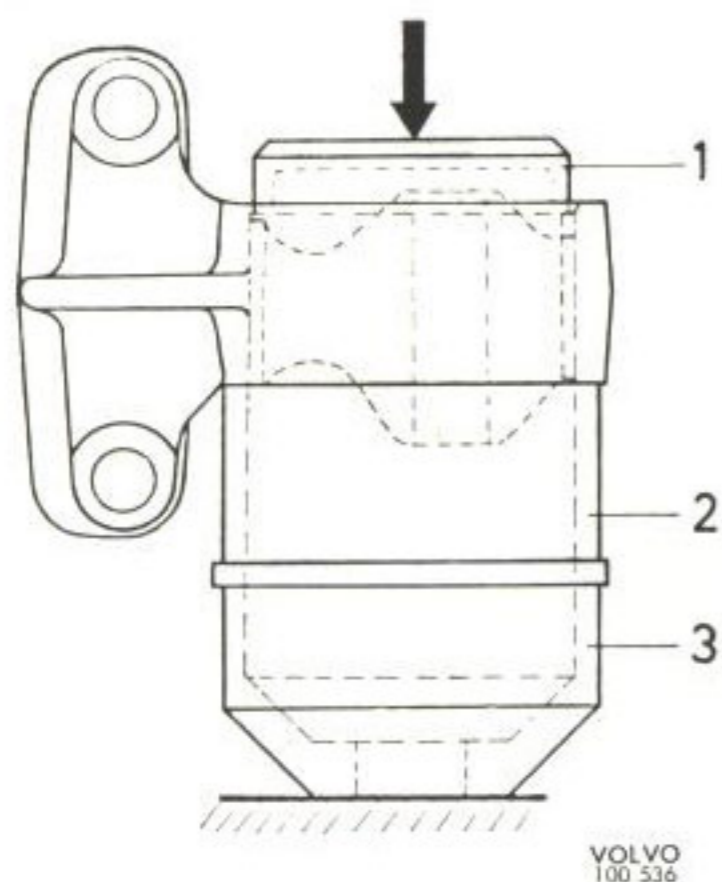

Bild 19. Demontering av gummikudde.
2. Använd hylsan till verktyg SVO 2437 (3 bild 19) och distanshylsan (2) som underlägg och pressa ur kudden med hjälp av plattan (1).